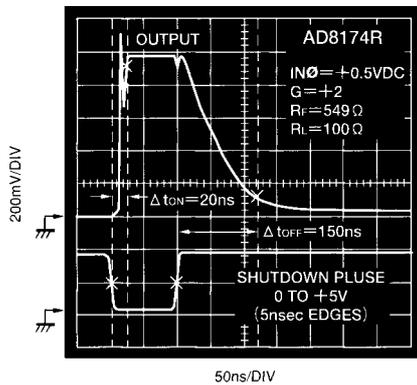

図6. シャットダウン・スイッチング特性
- AD8174のみ。ENABLEピンはグラウンド。シャットダウン(SD)ピンは0 Vから+5 Vパルス(5 nsの立ち上がりおよび立ち下がり時間)で駆動されます。A0とA1入力の状態はどのチャンネルが動作かを決定(すなわち、もしA0 = 論理1でA1 = 論理0ならば、IN1が選択される)。IN0(またはIN2) = +0.5 Vdc、IN1(またはIN3) = -0.5 Vdcで、計測する遷移時間はSDパルスの50% (+2.5 V)からトータルな出力電圧変化の90%まで。図6では、 t_{OFF} はシャットダウン実行時間、 t_{ON} はシャットダウン開放時間。